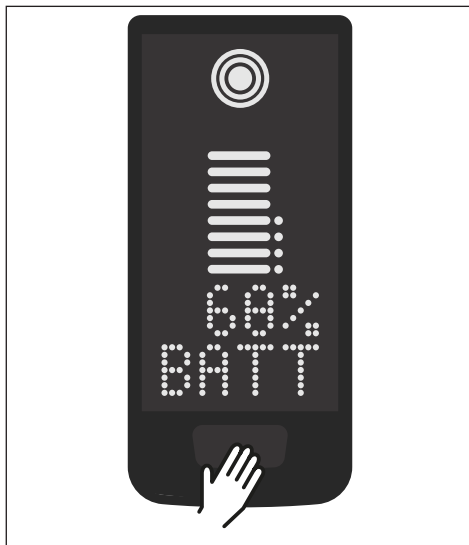

Fig. 3: Pulsante di controllo sul Display
- ▶ Accendere l'unità premendo **brevemente** il pulsante di comando sul Display (vedi Fig. 3).
- ▶ Spegnere l'azionamento premendo a **lungo** (>3 s) il pulsante di comando sul Display (vedi Fig. 3).